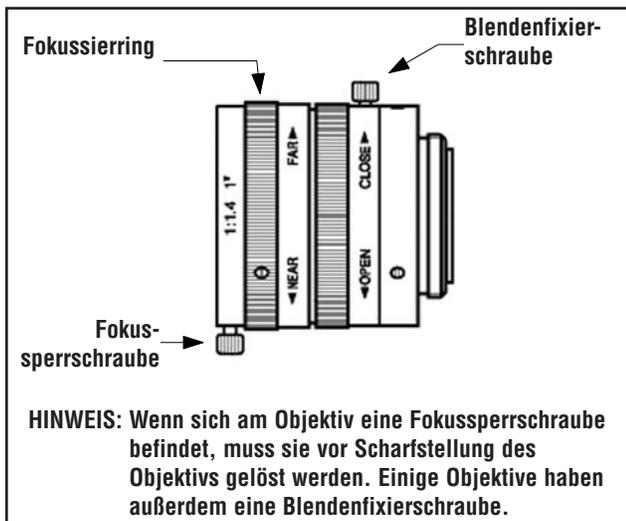

Abbildung 4-2. Fokussiererring und Fixierschrauben am Objektiv
- d. Stellen Sie das Objektiv durch Drehen des Fokussierings (in Abbildung 4-2 gezeigt) ein, bis der maximale Fokuswert erreicht wird. Siehe "Fokussieren des Objektivs" auf Seite 26.